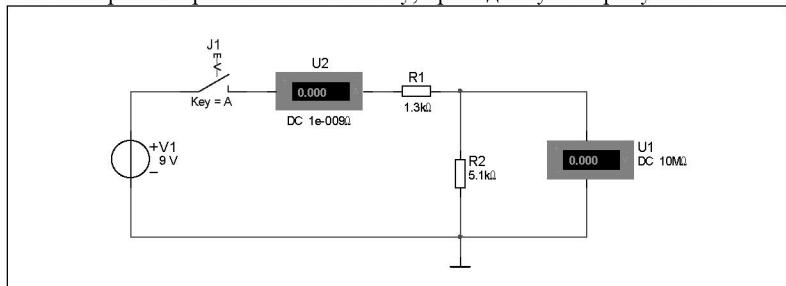

Рис. 1. Принципиальная схема неразветвленной электрической цепи с амперметром и вольтметром
4. В схеме, собранной по рис. 1, увеличьте напряжение источника до 100 В. Выполните моделирование и убедитесь в выходе из строя резистора R2. Восстановите схему, по очереди выделите (двойным кликом ЛКМ) резисторы и измените указанную мощность (Maximum Rated Power) на 10 Вт. Включите моделирование и убедитесь, что схема работает штатно.